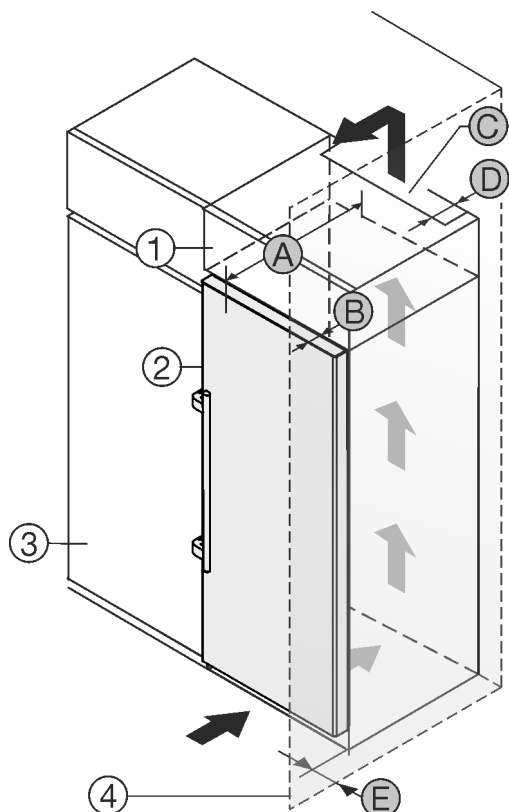

Fig. 2
- (1) Szafka nakładana \*
- (B) Głębokość drzwi \*
- (2) Urządzenie \*
- (3) Szafka kuchenna \*
- (4) Ściana \*
- (A) Głębokość urządzenia \*
- (C) Przekrój wentylacyjny \*
- (D) Odstęp tylnej ściany urządzenia \*
- (E) Odstęp od boku urządzenia \*
Urządzenie można ustawić bezpośrednio obok szafki kuchennej Fig. 2 (3)\*.
Na tylnej ścianie szafki nasadzonej wymagany jest wywiewny kanał wentylacyjny o głębokości Fig. 2 (D) na całej szerokości szafki.\*
Pod sufitem pomieszczenia należy zachować przekrój wentylacyjny Fig. 2 (C)\*.
Jeżeli urządzenie będzie ustawiane z zawiasami do ściany Fig. 2 (4), to pomiędzy urządzeniem i ścianą należy zachować minimalny odstęp, wynoszący 57 mm. Na taką odległość wystaje klamka przy otwartych drzwiach.\*
By móc całkowicie otworzyć drzwi, urządzenie musi wystawać przynajmniej o głębokość drzwi Fig. 2 (B) za front szafki kuchennej. W zależności od głębokości szafek kuchennych Fig. 2 (3) oraz od zastosowania elementów dystansowych urządzenie może wystawać jeszcze bardziej.\*